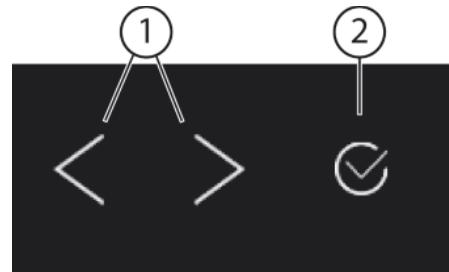
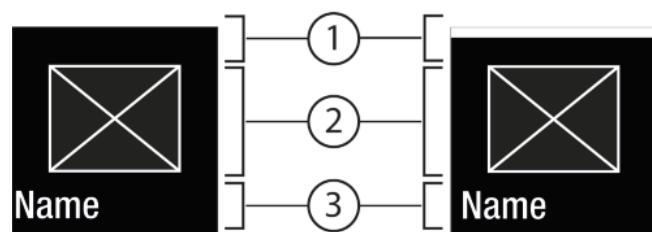
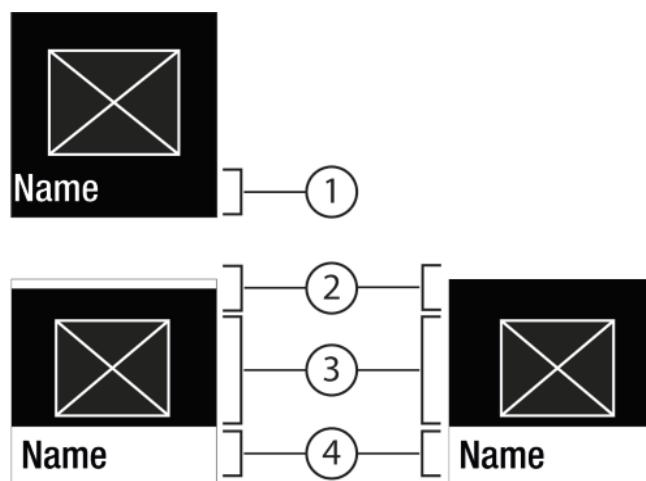

Fig. 5
Fig. 6
Fig. 7
- (1) Навигационная стрелка влево / вправо
- (2) Подтвердить
Навигационная стрелка влево / вправо Fig. 5 (1):
Подтвердить Fig. 5 (2):
- Навигация при помощи навигационной стрелки влево / вправо Fig. 5 (1).
- С помощью Подтвердить Fig. 5 (2) активировать Fig. 6 (1) / деактивировать Fig. 6 (1) функцию / настройку.
- С помощью Подтвердить Fig. 5 (2) вызвать Подменю Fig. 7 (4).
- Установка нового значения: С помощью Подтвердить Fig. 5 (2) выбрать деактивированное значение Fig. 6 (1).
- Назад в меню: С помощью Подтвердить Fig. 5 (2) выбрать уже активированное значение Fig. 6 (2).
- Навигационные стрелки Fig. 5 (1) нажмите до тех пор, пока не появится индикация функции .
- Нажмите на Подтвердить Fig. 5 (2).
- С помощью навигационных стрелок Fig. 5 (1) выберите значение настройки.
- Состояние: активировано Fig. 6 (1) появляется недолго в Подменю Fig. 7 (4).
- ▶ Нажмайте навигационные стрелки *Fig. 5 (1)* до тех пор, пока не появится индикация настроек .
- ▶ Нажмите на Подтвердить *Fig. 5 (2)*.
- ▶ Нажмайте навигационные стрелки *Fig. 5 (1)* до тех пор, пока не появится индикация требуемой настройки.